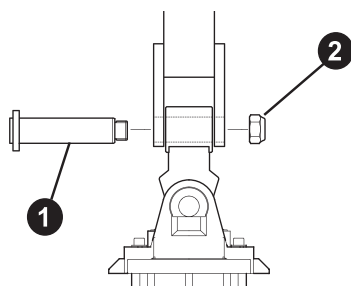

Рис. 6
3. Вставьте палец (1) и затяните гайку (2) (рис. 6).
- Ослабьте и снимите гайку (2), вставьте палец (1) (рис. 6).